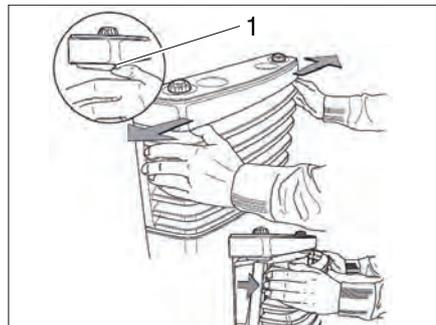

Bild 109 Heizungsverkleidung
- Heizungsverkleidung abnehmen. Dazu die Verschlussfedern (Bild 109,1) seitlich nach außen drücken, Verkleidung nach vorn schwenken und aus den unteren Lagern heben.